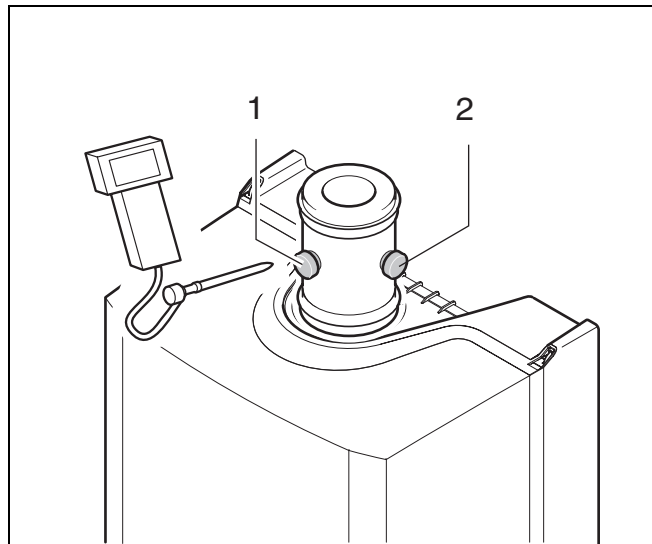

Fig. 35 Puncte de măsură la țeava de gaze arse
- Fiecare șurub de la (Fig. 35) piesa de racord pentru sistemul de aer de ardere și gaze arse se desface și după realizarea măsurătorii se înșurubează la loc. Setezi cazanul în modul "Hi". Vezi Meniul 3: "Setări" la pagina 22.